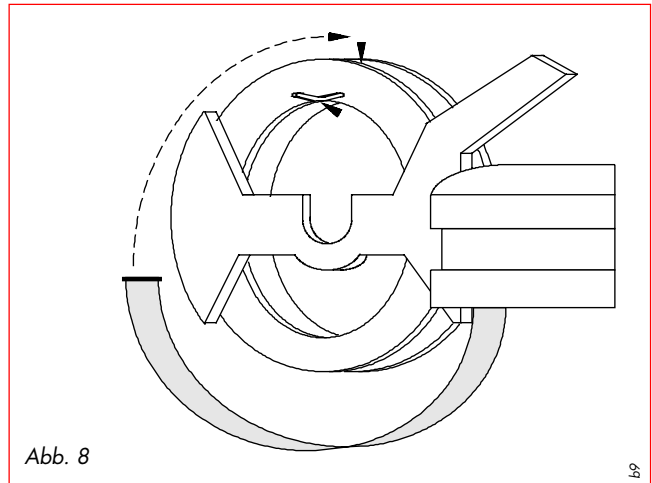

Abb. 8
5. Ziehen Sie die Folien der Klebestreifen in den Textbandscheiben mit der roten Aufschrift „Schutzfolie vor Montage abziehen“ ab. Führen Sie die Enden der Textbänder unten und hinten um die Textbandscheiben herum und hängen sie mit den Bolzen in die Ausklinkung ein (Abb. 8). Achten Sie darauf, daß die Textbänder ohne Falten auf den Klebestreifen liegen und drücken Sie diese mit leichtem Druck an (Abb. 8a).